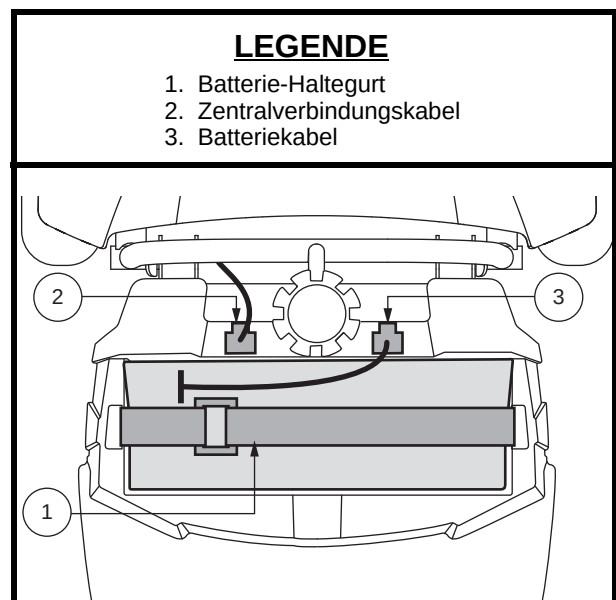

Abb. 16. Batterie-Haltegurt
1. Trennen Sie das Batteriekabel ab und entnehmen das Batteriepack aus dem Elektromobil. **Siehe Abb. 16.**
2. Trennen Sie das Batteriekabel ab und öffnen den Haltegurt. Nehmen Sie das Batteriepack dann aus dem Elektromobil. **Siehe Abb. 16.**